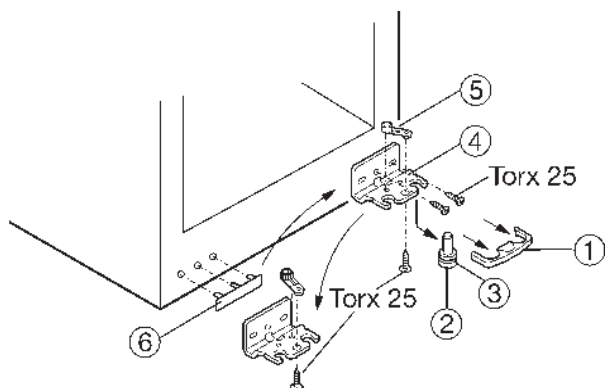

Рис. 4
- ▶ Снимите нижнюю крышку, сдвигая ее вперед (рис. 4, (1))
- ▶ Выньте шарнирный болт (рис. 4, (2)), переместив его вниз и вперед. При этом обратите внимание на втулку шарнира (рис. 4, (3)).
- ▶ Отверните винты крепления элемента петли (рис. 4, (4)).
- ▶ Отверните опорный элемент (рис. 4, (5)), переставьте его в противоположное место крепления и надежно закрепите снова.
- ▶ Аккуратно снимите крышку, находящуюся со стороны ручки двери (рис. 4, (6)), и переставьте ее на противоположную сторону.
- ▶ Прикрепите элемент петли (рис. 4, (4)) на новом месте через внешнее овальное отверстие и круглое отверстие с помощью обычной отвертки.
- ▶ Вставьте снизу шарнирный болт (рис. 4 (2)) с втулкой шарнира (рис. 4 (3)) в элемент петли и опору двери.
- ▶ При необходимости выровняйте положение двери с помощью двух овальных отверстий в элементе петли (рис. 4 (4)), затем затяните винты.
- ▶ Установите крышку (рис. 4 (1)) на место.